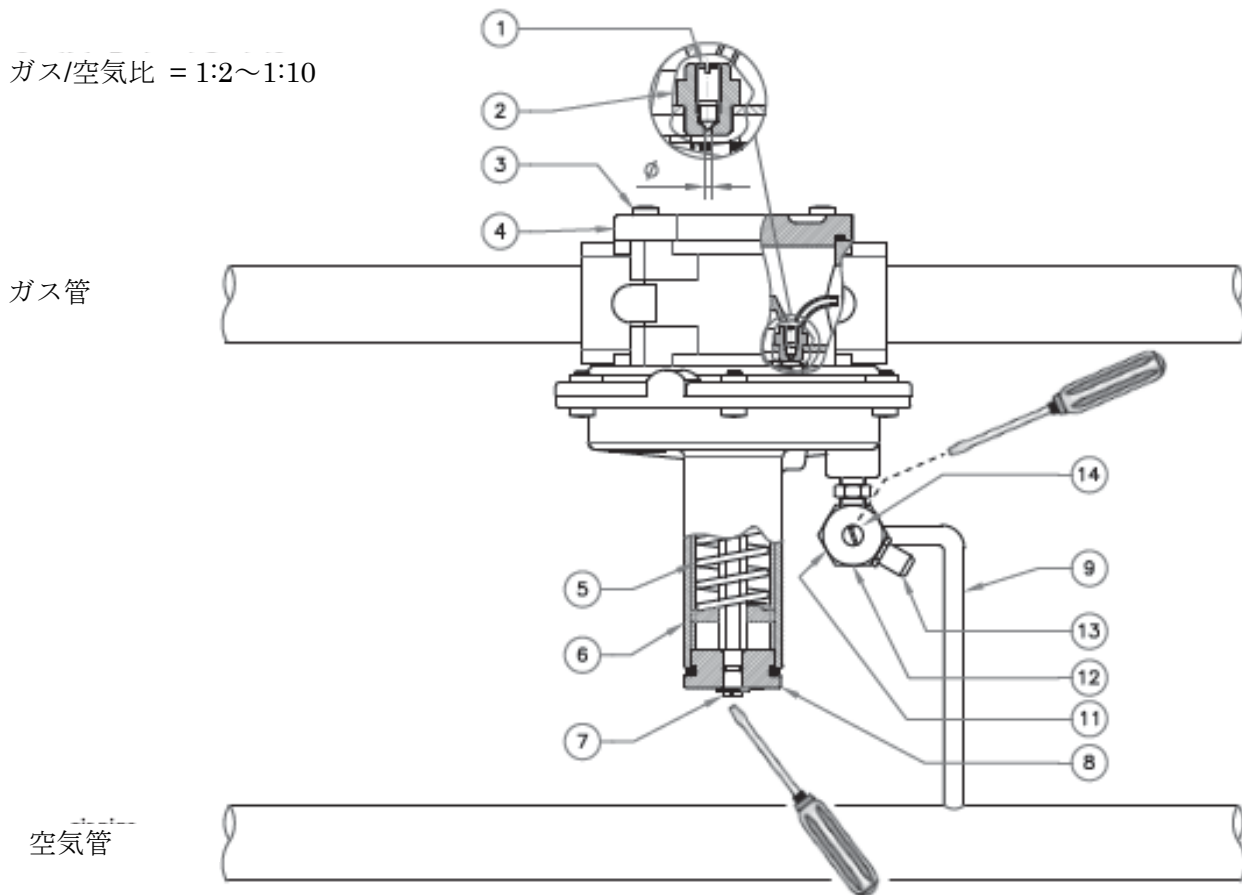

図 3
5.3 - ガス/空気比 = 2:1~10:1 (図 3 - 「I」バージョン)
17. 接続する管 (提供されていない) (図 3)
「I」バージョンのみ (図 3)